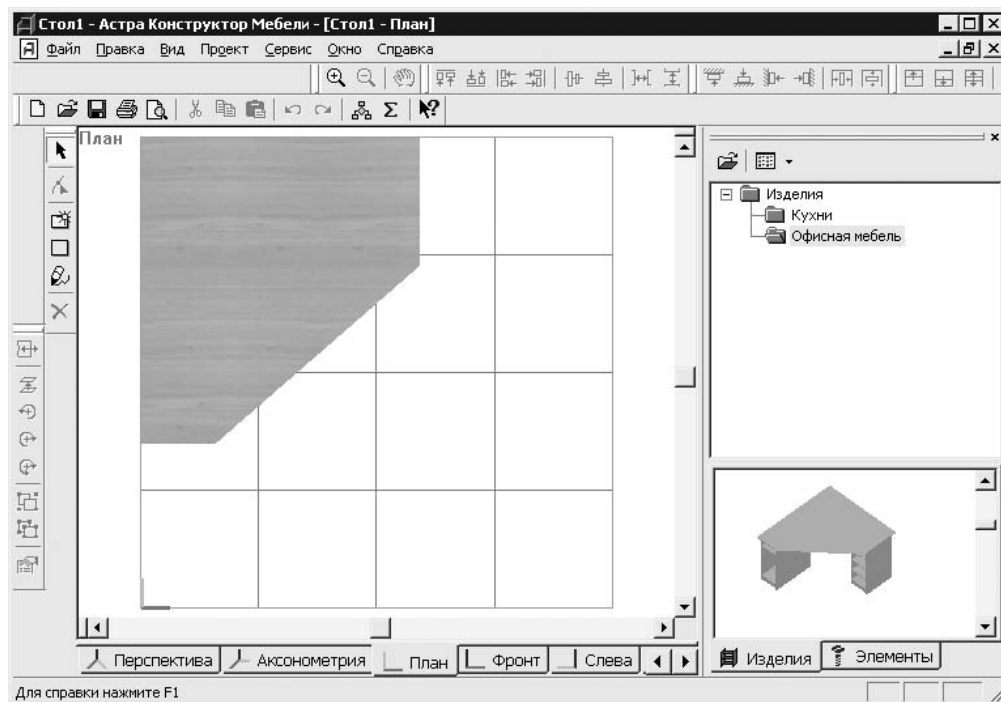

Рис. 6.41
3. В окне просмотра в нижнем правом углу «Астра Конструктор Мебели» выбрать изделие для внесения в проект, например стол. Для этого нужно щелкнуть на изделии кнопкой мыши и перетащить его в рабочую область окна, предварительно нажав на панели инструментов Графика кнопку Типовая деталь (рис. 6.41).